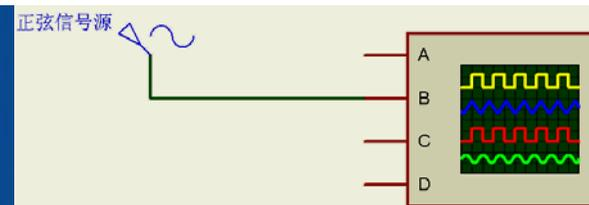

图4-52 正弦信号与示波器的连接
- (1) 示波器的4个接线端A、B、C、D可以分别接4路输入信号，该虚拟示波器能同时观看4路信号的波形。
- (2) 按照图4-52进行连接。把200Hz、1V的正弦激励信号加到示波器的B通道。